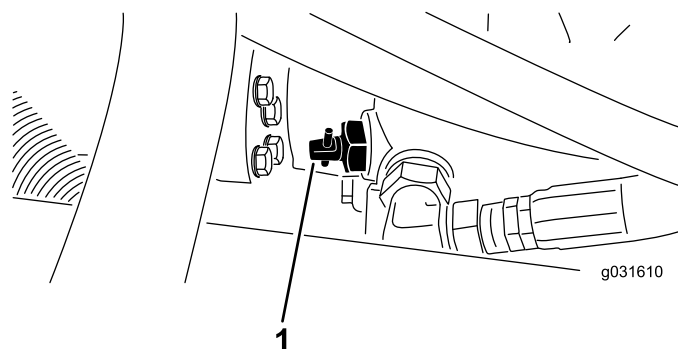

Figura 29
1. Localize a válvula de derivação na bomba (**Figura 29**) e desaperte-a rodando 90° (1/4 de volta).